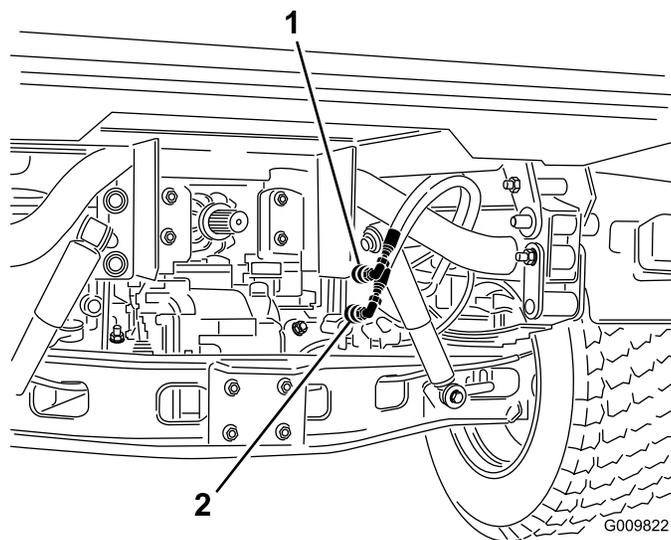

Figura 71
2. Desligue, em ambos os veículos, as duas mangueiras de acoplamento rápido das mangueiras ligadas ao suporte do acoplamento (Figura 71).